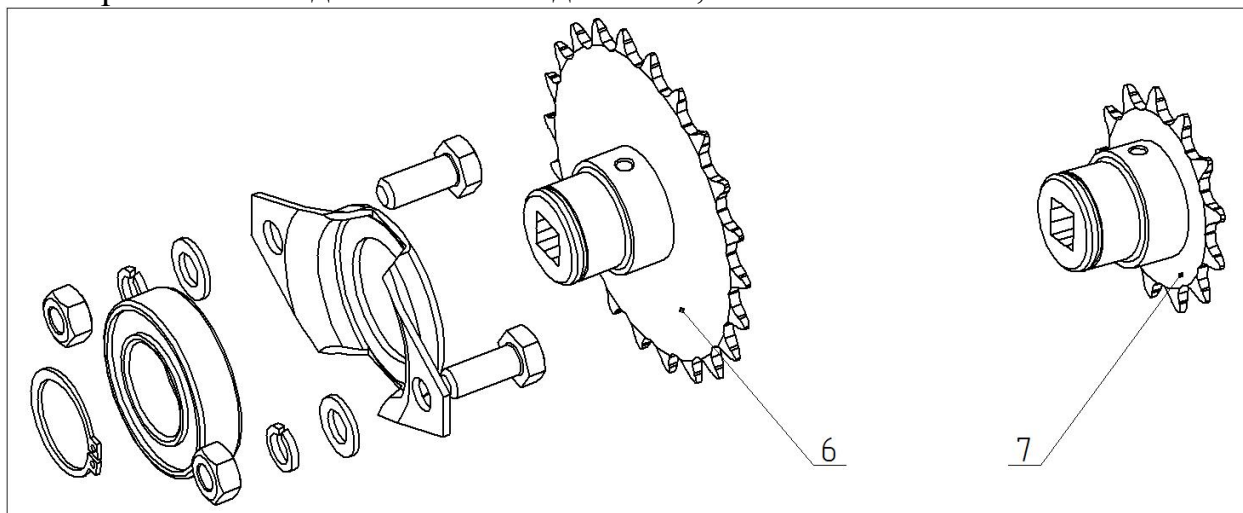

Рисунок 20.3
- 4) Заменить звёздочку (6) на звёздочку (7) (рис. 20.3). Повторить в обратной последовательности действия, описанные в п. 1 – 3.